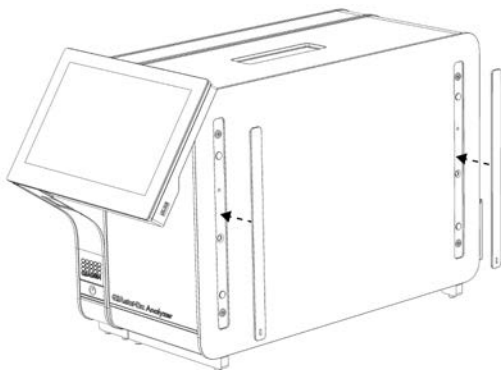

Рис. 7. Установлення захисних кришок.
4. Знову встановіть захисні кришки зі сторони аналітичного модуля (рис. 7).